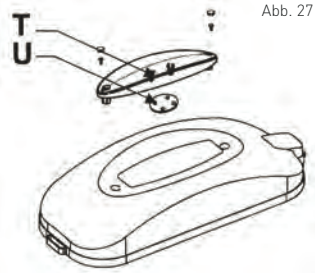

Abb. 27
**Warnung:** Tauchen Sie die Behälterdeckel mit Glühlampen in keine Flüssigkeit. Vor der Reinigung vergewissern Sie sich, dass die Glühlampen gemäß der nachstehenden Anleitung (siehe Abb. 27) herausgeschraubt worden sind.